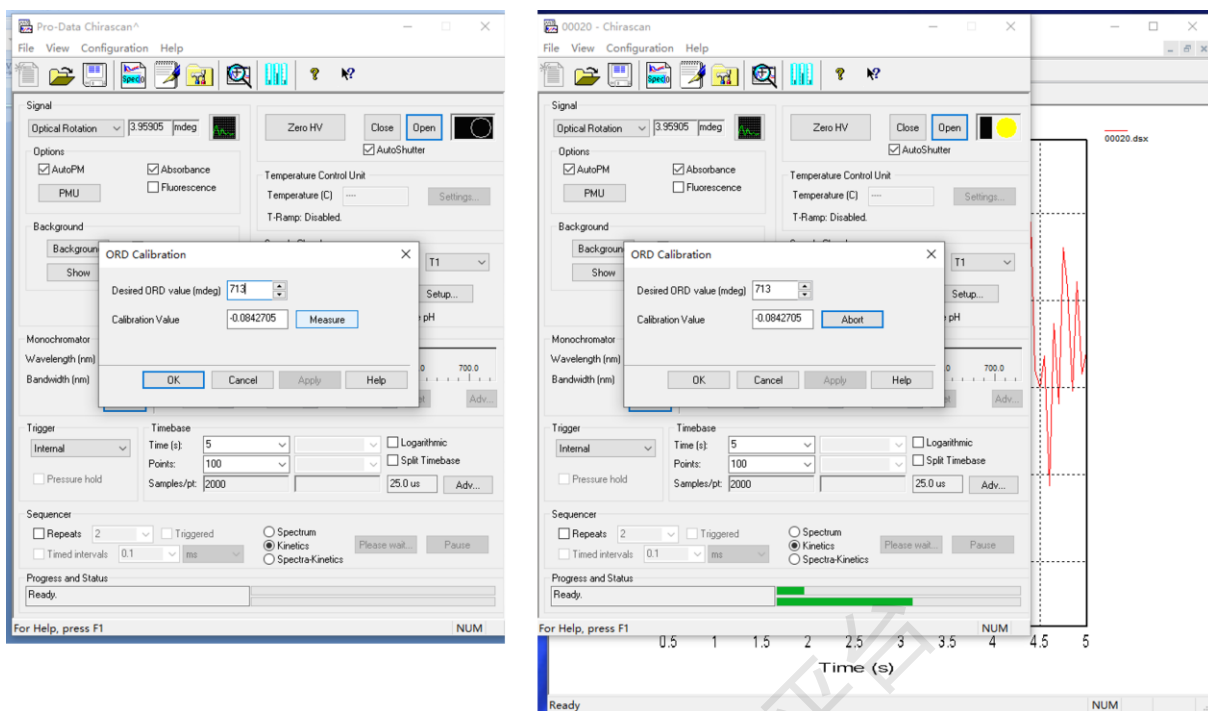

图 6-37
- (11) 点 background
- (12) 放蔗糖溶液 (1g/10ml 水), Auto subtraction 勾上
- (13) 点 Acquire
- (14) 打开 Open, 点 Calibration
- (15) 再点 Acquire, 看是否是 663°m, 如果不是, 将测出的值转入图 6-37 的框内, 点 Measure, 完成后, 点 Apply, 再点 OK。